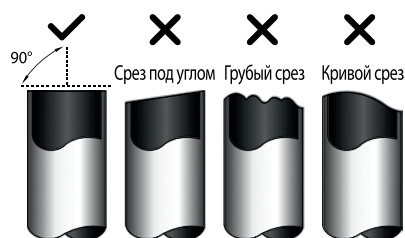

Рис. 5.1
3. Труба должна быть отрезана строго под углом 90°. Примеры неправильно отрезанных труб показаны на рис. 5.1.